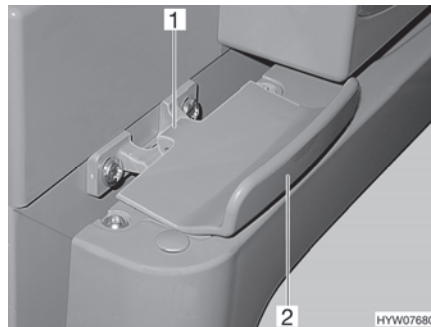

Fig. 138 Dispositif de verrouillage de la porte du réfrigérateur, fermé (Thetford)
*Ouvrir :* ■ Ouvrir la porte du réfrigérateur sur la poignée (Fig. 138,2). Le verrouillage (Fig. 138,1) sera débloqué automatiquement.